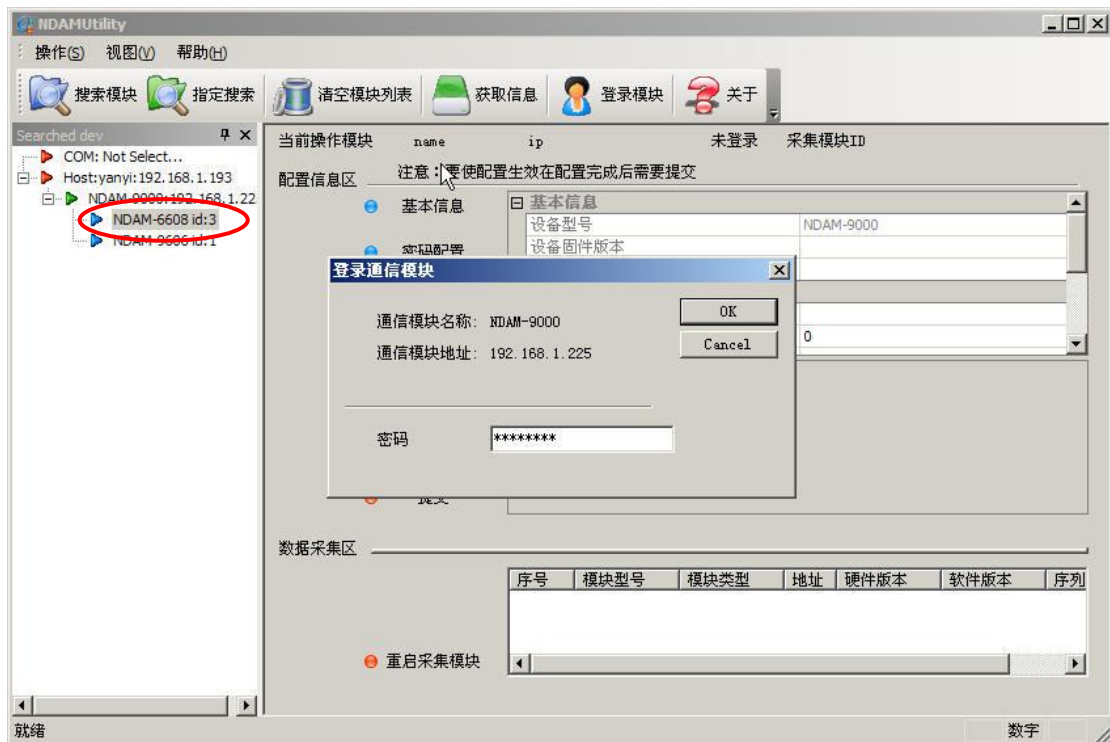

图 4.4 登陆设备
- 3) 单击界面上的“NDAM-6608 addr: 8”，输入当前通讯模块的登陆密码后点击 OK，登陆设备，如图 4.4 所示；